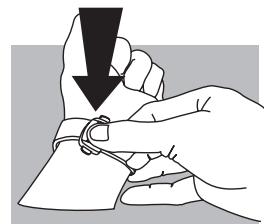

рис. 2
Как застегнуть (рис. 2): наденьте Ваши часы OMEGA и застегните замок, нажав большим пальцем. Нажимайте на замок до тех пор, пока не раздастся характерный щелчок (рис. 2).
Как отрегулировать длину (рис. 2): нажмите на кнопку «PUSH» в направлении (A) и поверните ее, чтобы освободить конец ремешка (B). Передвигайте ремешок через защелку так, чтобы он оказался в нужном Вам положении (C). Нажмите на подвижную часть, чтобы заблокировать ее. При этом следите за тем, чтобы шип оказался точно в отверстии, чтобы не повредить ремешок (D). Примерьте часы и повторите операцию в случае необходимости.